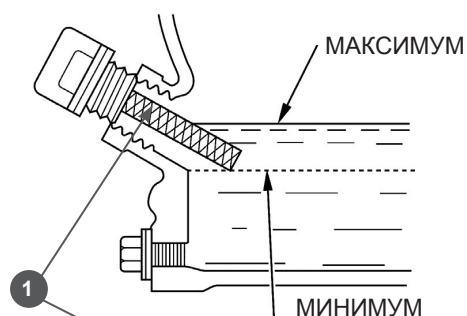

Рис.4
3. Извлеките щуп (1) Рис.4 и протрите его чистой тряпкой. Установите его, не закручивая, в маслоналивную горловину.